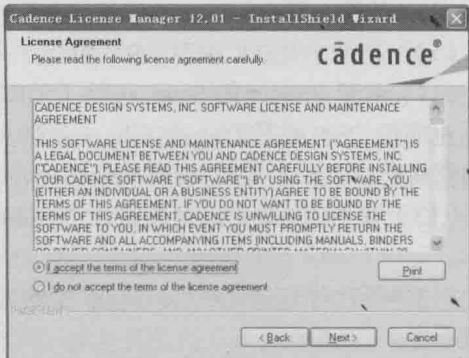

图 1-4 安装协议对话框
3. 单击“Next（下一步）”按钮，弹出安装协议对话框，选择同意安装“I accept the terms of the license agreement（接受许可协议）”按钮，如图 1-4 所示。